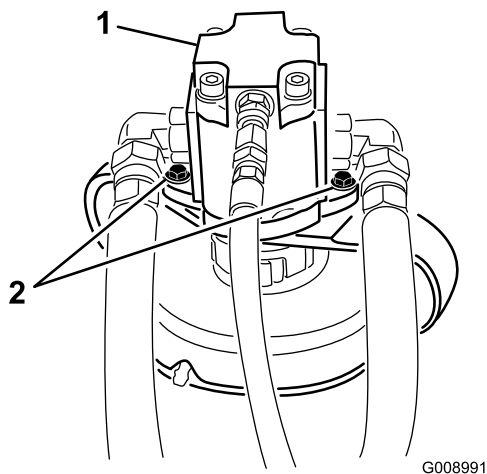

図 83
4. 油圧モータをカッティングユニットに固定しているボルトを外す (図 83)。カッティングユニットからモータを外し、カッティングユニットの上に置く。
2. 油圧モータをCuttingユニットに固定しているボルトを外す (図 83)。Cuttingユニットからモータを外し、Cuttingユニットの上に置く。